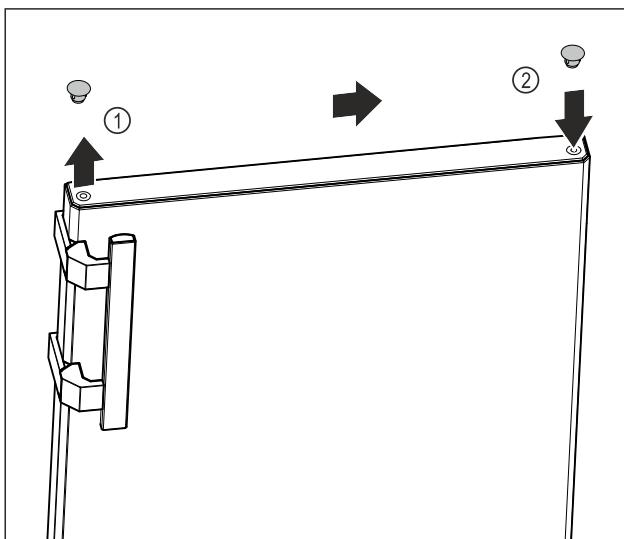

Fig. 18
- С плоска отвертка внимателно повдигнете покриващата тапа от горната страна на вратата Fig. 18 (1) и я извадете.
- Поставете покриващата тапа от другата страна. Fig. 18 (2)